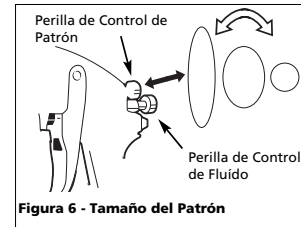

Figura 6 - Tamaño del Patrón
3. Gire la perilla de control totalmente en el mismo sentido de los agujeros del reloj, para cerrarlo (Vea la Figura 6).
2. Seleccione la forma del patrón. Si desea cubrir una superficie amplia, gire la perilla de control en sentido contrario a las agujas del reloj. Si desea un patrón circular, gírela en el mismo sentido de las agujas del reloj (Vea la Figura 6).